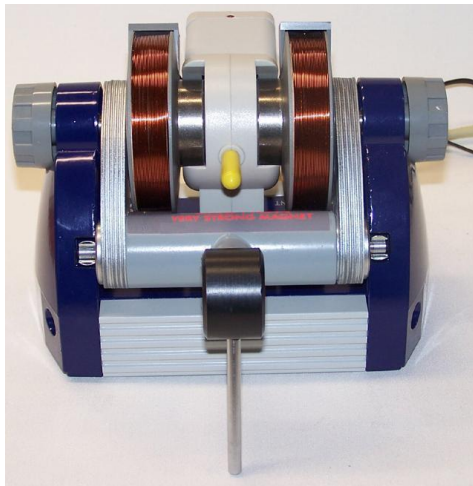

Abb. 2 Basiseinheit mit eingesteckter Glycerinprobe
- Glycerinprobe, (gelbe Kappe) in die Probenaufnahme stecken (siehe Abb. 2).